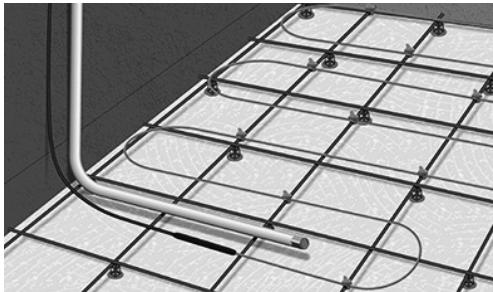

Fig. 6. Plasser røret/sensoren mellom to kabler
7. Installer et tomt rør til gulvsensoren. Sørg for å plassere enden av det tomme røret på samme nivå som varmekabelen og mellom to kabelsøyfer, ca. 50 cm fra veggene. Så forsegler du enden av det tomme røret (fig. 6).